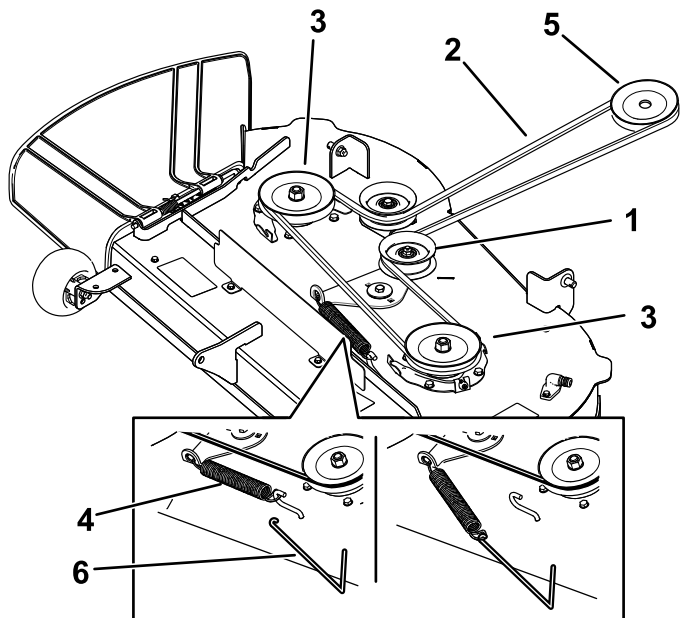
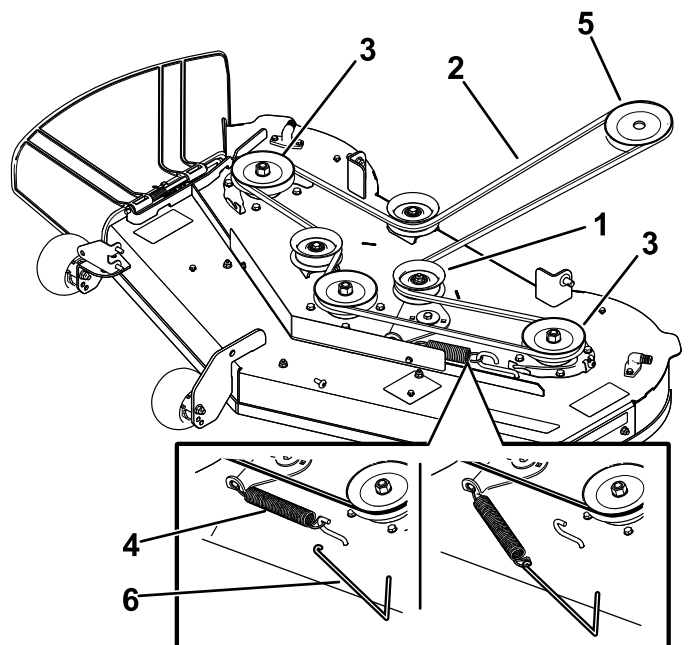

図 54
図 55
6. スプリング取り外し工具Toro P/N 92-5771を用いて、デッキのフックからアイドラスプリングを取り外してスプリングのテンションをなくし、プーリからベルトを取り外す 図 54または図 55。
- エンジンプーリとデッキプーリに新しいベルトを掛け回す 図 54 または 図 55。
- スプリング取り外し工具 Toro P/N 92-5771 を用いて、デッキのフックにアイドラスプリングを取り付けてスプリングにテンションを掛ける。これによりアイドラプーリとベルトが強く張る 図 55 または 図 54。